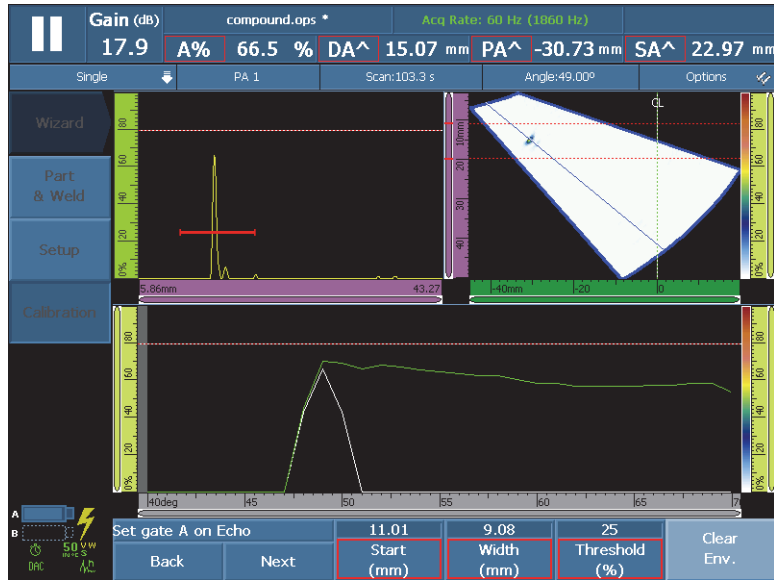

Рис. 5-19 Установите Строб А на эхо-сигнал для группы ФР
- (2) Нажмите **Кол-во кривых**, чтобы задать количество кривых ОЭПО. Для стандартизированных кривых ОЭПО это неизменяемый параметр.
- a) Задайте значения **Начало** и **Ширина** для строба А. Сигнал от первого отражателя должен пересекать строб в середине, а строб должен быть достаточно широким для охвата всего сигнала (см. **А-скан** на Рис. 5-19 на стр. 157).